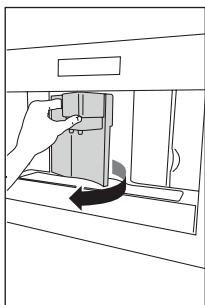

Fig. 23
- Abra la puerta de servicio situada en la parte frontal del aparato (Fig. 23), extraiga la bandeja de goteo (Fig. 24) y límpie.